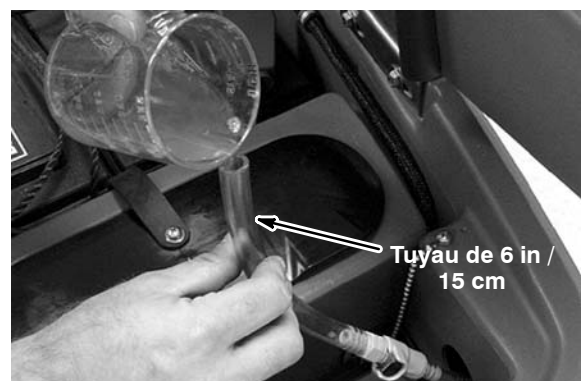

FIG. 59
6. Videz l'antigel (RV) de véhicule de loisirs dans le tuyau d'alimentation jusqu'à ce qu'il soit plein (Figure 59).